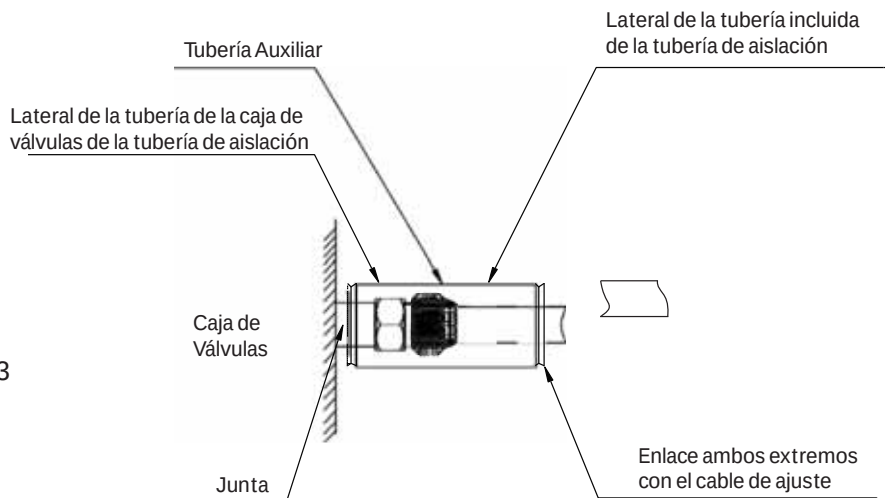

Fig. 13
- (1) Por favor realice una conexión bien ajustada para asegurar que no haya pérdidas de aire en ambos extremos.
- (2) La abrazadera de retención no se deberá ajustar en exceso, de modo que se pueda mantener el grosor de los materiales de aislación.
- (3) Las uniones de los materiales de aislación (adquiridos localmente) para las conexiones de las tuercas abocardadas se deberán cubrir mirando hacia arriba.
- (4) Asegúrese de que las juntas de los materiales de aislación se instalen mirando hacia arriba. (Consulte la Fig. 13).